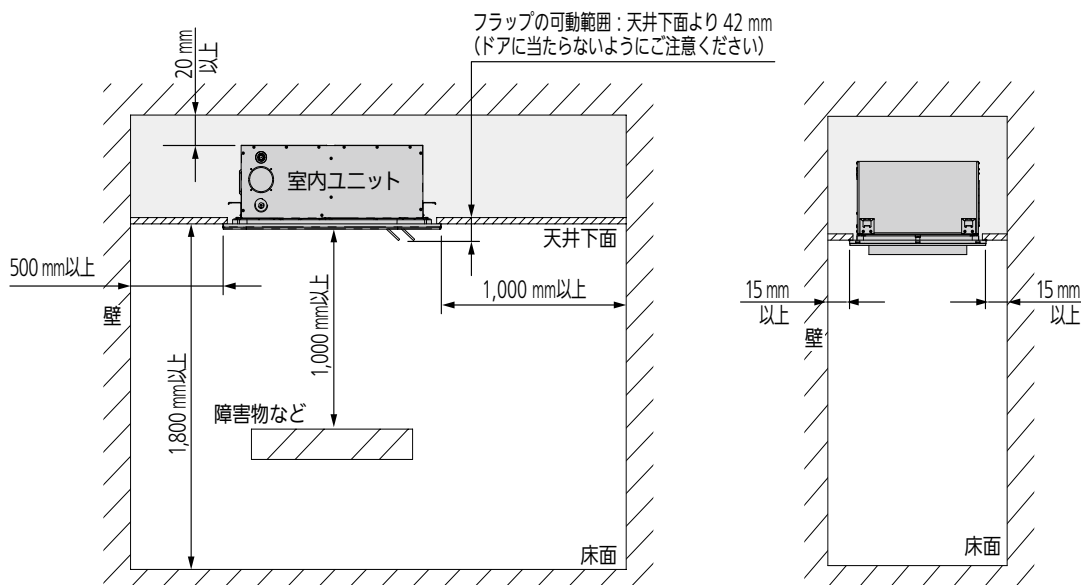

図4
- 4-5. 室内ユニットと障害物および床面までの距離は、図4に従ってください。